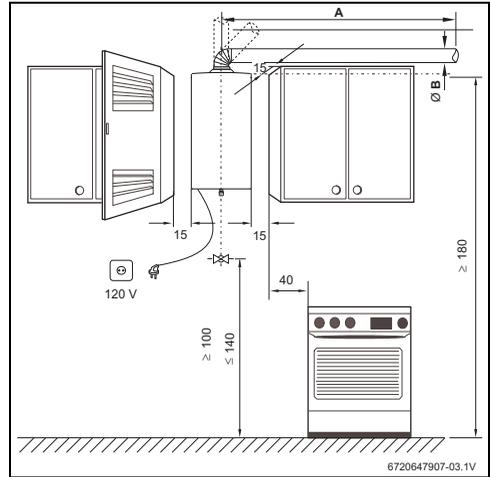

Fig. 8 Separaciones mínimas (en cm)
- Asegurar la accesibilidad en los trabajos de mantenimiento respetando las separaciones mínimas indicadas en la Fig. 8.